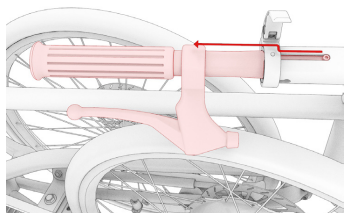

Abb. 2.11
- 9 Ziehen Sie die beiden Lenkerenden aus dem Hauptrohr. Schließen Sie die Schnellspanner am Hauptrohr (Abb. 2.11 + 2.12). Bitte schließen Sie stets die Schnellspanner (auch wenn die Lenkerenden nicht eingesteckt sind), um zu verhindern, dass sie sich lockern.